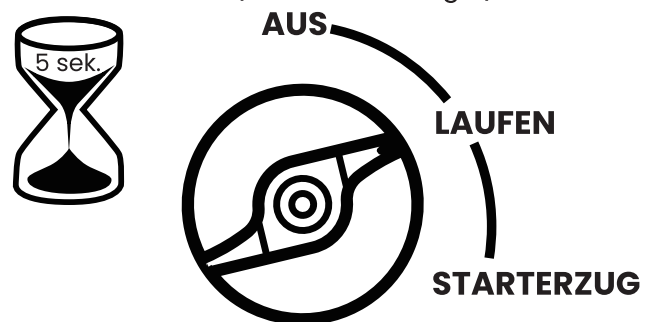

Abbildung 8: Stellen den Motor-/Kraftstoffschalter auf **LAUFEN**
5. Wenn der Motor startet und sich stabilisiert, schalten Sie den Starterzug-Schalter wieder in die **LAUFEN** Position (siehe Abbildung 8).